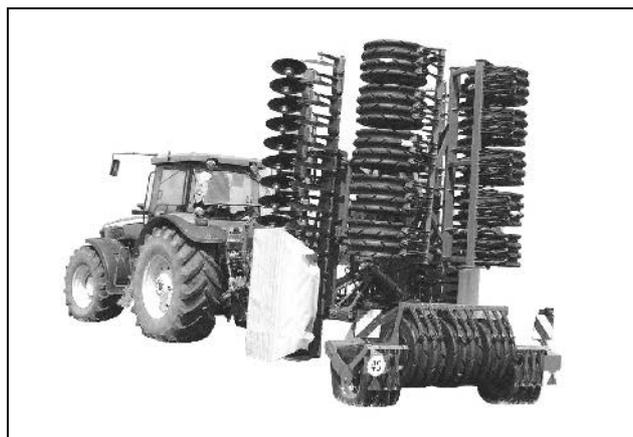

Fig. 26
- **Máquina en posición de transporte por carretera (Fig. 26)**